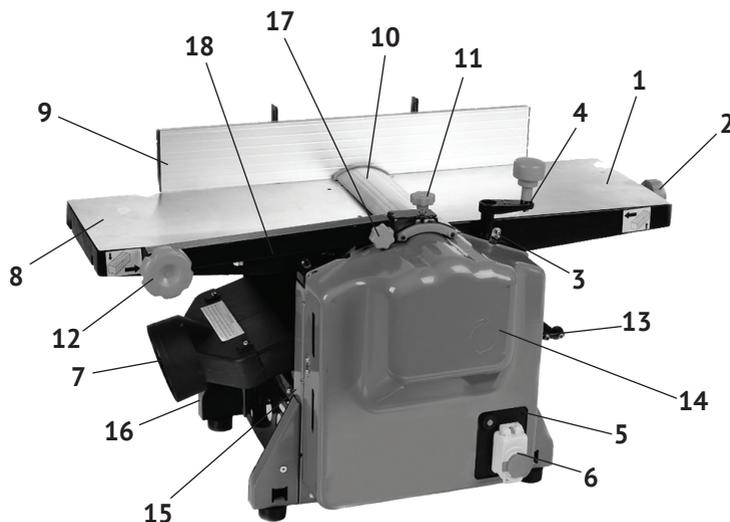
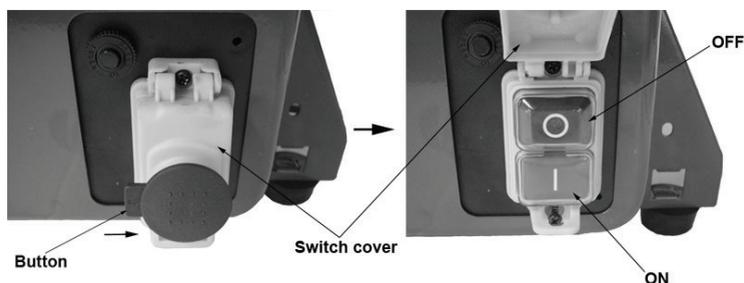

рис. 1
рис. 3
Вертикальное перемещение стола рейсмусования (рис.1 поз.13) осуществ-
вляется вручную, вращением рукоятки (рис.1 поз.4) по/против часовой стрелки.
В комплект поставки входит параллельный упор (рис.1 поз.9), крепящийся кронштейнами к суппорту задней опоры (рис.1 поз.16) станка. Упор обеспечивает при строгании вертикальную опору обрабатываемой заготовки. Возможность поворота упора на угол до 45° от вертикального положения, обеспечивает опору заготовок с не перпендикулярными углами.
Включение/отключение двигателя осуществляется выключателем (рис.1 поз.6), расположенном на передней крышке (рис.1 поз.14) станка.
4.1 Общий вид станка представлен на рис.1
4.2 Между передней (рис.1 поз.15) и задней (рис.1 поз.16) опорами размещены основные агрегаты станка (стол опорный, двигатель, строгальный барабан, валы подачи заготовки при рейсмусовании, рабочий стол рейсмуса (рис.1 поз.13), неподвижный (рис.1 поз.8) и подвижный (рис.1 поз.1) строгальные столы. Крутящий момент с якоря электродвигателя ремнём передаётся на вал строгального барабана и понижающий шестерёнчатый редуктор. Передаточный механизм (шкивы ремённой передачи, редуктор, звёздочки цепной передачи и коробка с выключателем и токовым предохранителем) закрыты металлической передней крышкой (рис.1 поз.14). В нижней части крышки находятся токовый предохранитель (рис.1 поз.5) и выключатель (рис.1 поз.6) с кнопкой аварийного отключения.
Рабочий стол рейсмуса вертикально перемещается четырьмя ходовыми винтами, приводимыми вручну вращением рукоятки (рис.1 поз.4) по/против часовой стрелки. Равномерность подъёма/опускания рабочего стола рейсмусования обеспечивается цепной передачей, расположенной под опорным столом станка.
Короб с патрубком (рис.1 поз.7) отвода стружки крепится в двух положениях, в зависимости от вида работы:
- при строгании – под неподвижным столом на рабочий стол рейсмуса, как изображено на рис.1;
Кожух защитный (рис.1 поз.10) закрывает часть барабана, не используемую (по ширине) при строгании заготовки. Горизонтальное смещение и наклон кожуха фиксируются ручками-винтами (рис.1 поз.11 и 17).
Выключатель (рис.1 поз.6) расположен на передней крышке станка. Он имеет две кнопки (см. рис.3): зелёная с символом «I» - включение (ON) двигателя, и красная с символом «0» - выключение (OFF) двигателя (стандарт МЭК 60417). Нажатием на грибовидную кнопку на крышке выключателя («Button»), крышка выключателя закрывается, что приводит к экстренному отключению двигателя.
- прикрутить рукояткой-фиксатором (рис.1 поз.12) кронштейн (рис.1 поз.18) с закреплённым на нём кожухом (рис.1 поз.10) к неподвижному строгальному столу (рис.1 поз.8);
- закрепите короб отвода стружки (рис.1 поз.7) на рабочем столе рейсмуса винтом и надвинуть на него патрубок.
Шкала глубины строгания расположена на задней опоре (рис.1 поз.16) станка, цена одного деления – 1 мм. Стрелка-индикатор глубины строгания закреплена на рабочем столе рейсмуса (см. рис.5).
При вращении ручки вертикального перемещения рабочего стола (рис.1 поз.4) по часовой стрелке рабочий стол рейсмуса (рис.1 поз.13) поднимается вверх, при вращении против часовой стрелки – опускается вниз.
Поместив заготовку на рабочий стол рейсмуса, обрабатываемой плоскостью вверх, к барабану, поднять её, вращением рукоятки (рис.1 поз.4), до касания валов подачи и барабана. Отметить на шкале толщину необработанной заготовки. Допустим она составила 105 мм. Необходимая толщина обработанного изделия – 100 мм. Разницу – 5 мм, учитывая максимальную глубину строгания за один проход - 2 мм, можно удалить за три прохода: 2 + 2 + 1 мм. Устанавливая последовательно по шкале значения 103, 101 и 100 мм для каждого прохода, получим нужную толщину изделия.
- вращением рукоятки (рис.1 поз.2) переместить регулируемый строгальный стол (рис.1 поз.1) для установки необходимой глубины строгания за один проход (см. рис.6).
Поворот рукоятки по часовой стрелке – уменьшение глубины строгания, поворот против часовой стрелки – увеличение глубины строгания. Установка глубины контролируется перемещением стрелки-указателя, закреплённой на столе, относительно шкалы, размещённой на суппорте передней опоры (рис.1 поз.3). Цена деления шкалы – 0,5 мм;
- в зависимости от ширины заготовки, прижатой к параллельному упору (рис.1 поз.9), выставить защитный кожух (рис.1 поз.10) так, чтобы он закрывал неиспользуемую при строгании часть барабана, для этого:
- расфиксировать ручку-винт (рис.1 поз.11);